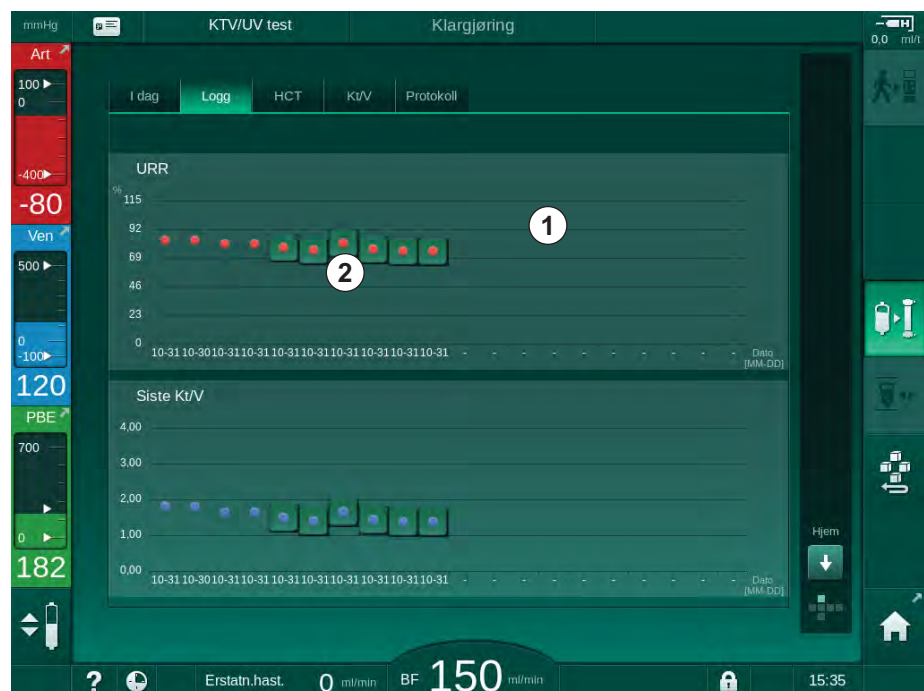

Fig. 11-12 Parameterlogg på skjermbildet *Info*
For de siste 6 fullførte behandlingene er mer detaljert informasjon tilgjengelig. Hvis du berører et merke på parameteren (Fig. 11-12, ②) for en bestemt dato, vises en trend for denne parameteren for denne bestemte behandlingen (Fig. 11-13). Oppløsningen er 5 minutter. Trendvisningen lukkes ved å berøre *Tilbake* ①.